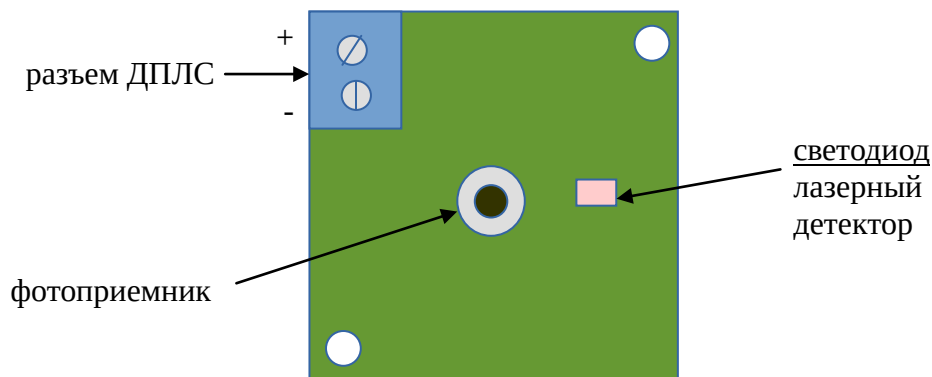

Рисунок 3 – Расположение компонентов на печатной плате извещателя.
1.4.5 Основание и крышка, составляющие корпус, соединены резьбовым соединением с герметизирующим кольцом. В торце крышки находится оптическое окно, в котором герметично закреплен защитный пластиковый фильтр. В основании на латунных стойках установлена печатная плата с элементами (рисунок 3).
Взаимодействие пользователя с извещателем (в том числе, получение извещений по событиям) осуществляется двумя способами: информационный обмен с КДЛ (через ДПЛС) и посредством красного светодиода на плате извещателя (рисунок 3). Извещения по событиям дублируются по обоим каналам.
1.4.9 Светодиод (рисунок 3) обеспечивает прямую индикацию состояний извещателя и одновременно является приемником сигнала лазерного тестера «Астра-941» фирмы «ТЕКО».